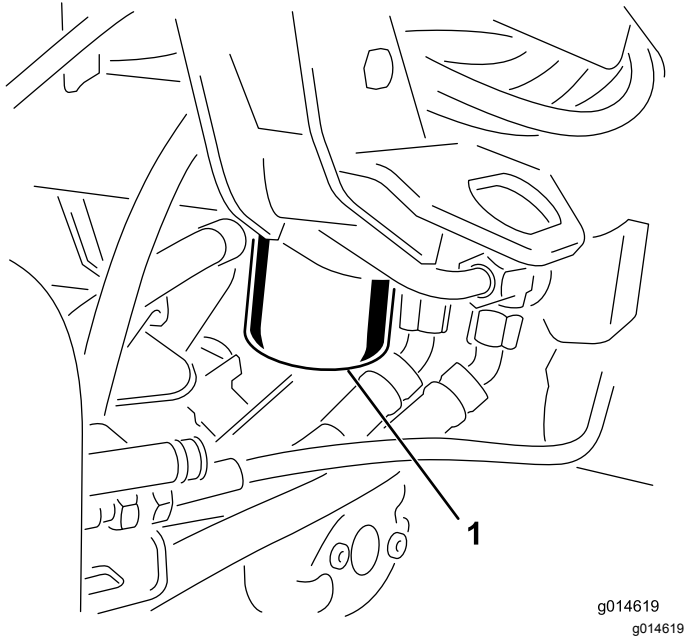

Bild 36
1. Reinigen Sie den Anbaubereich des Filters (Bild 36). Stellen Sie eine Auffangwanne unter den Filter und entfernen den Filter.